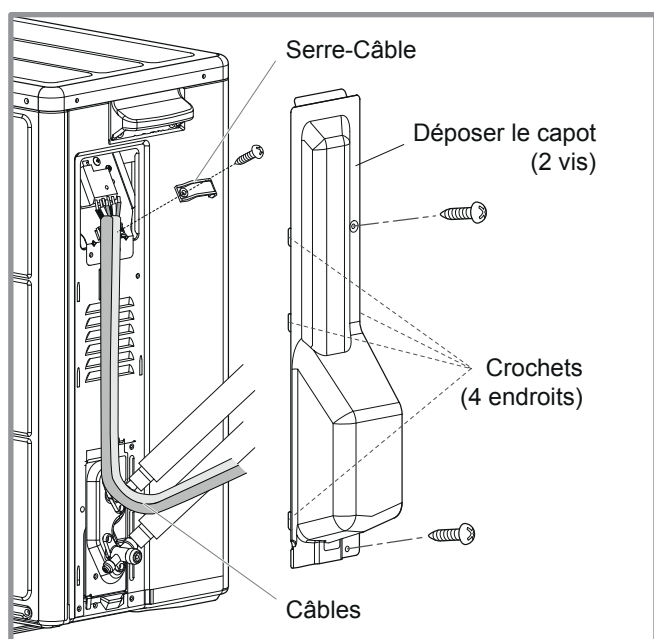

figure 35 - Accès au bornier de l'unité extérieure
- Effectuer les raccordements suivant (figure 35).